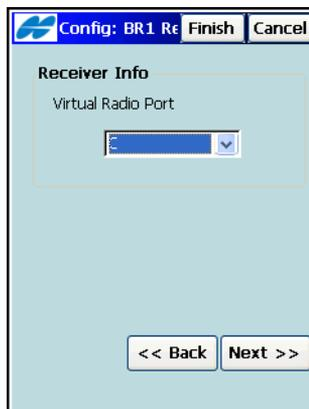

Abbildung 4-52. Virtueller GSM-Port
- Wählen Sie einen Port in der Liste *Virtueller GSM-Port* (der Empfängeranschluss, auf dem die RTCM-Telegramme vom Feldrechner an den Empfänger übermittelt werden; Abbildung 4-52). Tippen Sie auf **Weiter**.